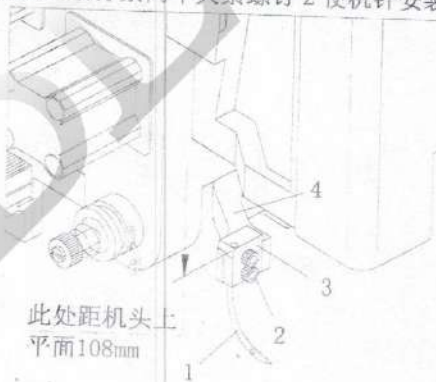
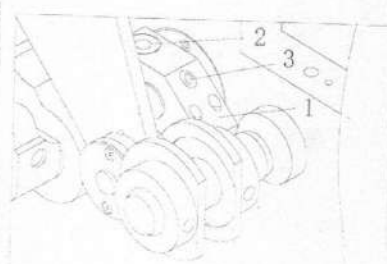

图 5
图 6
### 1、机针的安装和更换（图 5）
## 2、机针最高位置的调整（图 5、图 6）
机针最高位置调整准确的情况下，转动手轮使针架 4 摆动到其最高位置，此时针压板 3 上平面过线孔处距机头上平面（拆除机头上盖板）的距离约为 108mm（如图 5）。当机针的最高位置不准确时，可用下述方法调整（图 6）：
- (1) 拆除机器的上盖板、左右盖板和前罩壳；
- (2) 转动手轮，使针架 4（如图 5）摆动至其最高位置；
- (3) 先拧松弯针摆动曲柄 1 上的夹紧螺丝 2，再松开顶紧螺丝 3，使弯针摆动曲柄 1 和针架轴松脱；
- (4) 此时可用手转动针架 4（如图 5），按上述的标准值调整到位。
- (5) 调整完毕后重新拧紧弯针摆动曲柄 1 上的顶紧螺丝 3 和夹紧螺丝 2。